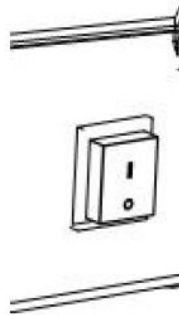

Figura 2
- a. Coloque el interruptor de encendido en la posición I y verifique que el ventilador comience a funcionar correctamente. (Figura 2)